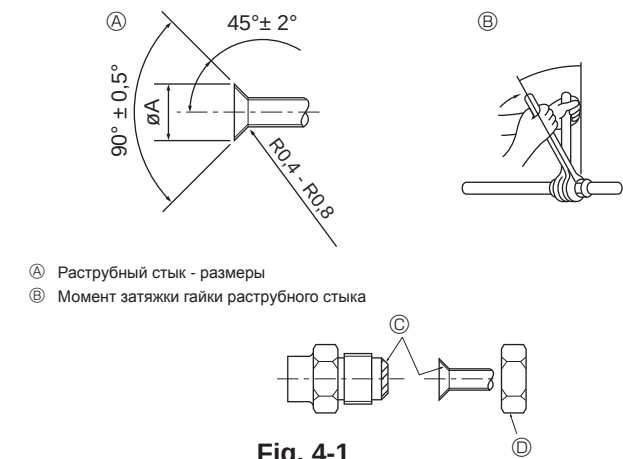

Fig. 4-1
А (Fig. 4-1)
В (Fig. 4-1)
4.2. Соединение труб (Fig. 4-1)